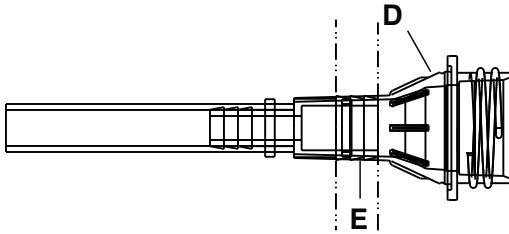

**Figure 6 – Raccord réducteur**
5. À l'aide d'une pince coupante diagonale, couper avec précaution le collier de serrage (C) le plus proche au niveau des pieds de la housse supérieure de la surface de support qui fixe le tuyau à faible perte d'air (FPA) et le raccord réducteur (A) au corps de clapet (B) (Figure 6).
5. À l'aide de la pince coupante diagonale, couper avec précaution le collier de serrage (C) le plus proche au niveau des pieds de la housse de surface de support qui fixe le tuyau à faible perte d'air (FPA) et le raccord réducteur (A) au corps de clapet (B) (Figure 6).